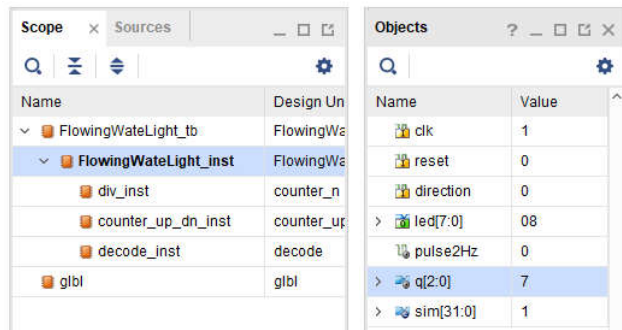

图 A4.35 加入顶层设计的信号方法
①如图 A4.35 所示，在文件层次结构区域中，选中顶层模块 FlowingWaterLight，可在 Objects 窗口内选定要观察的信号 pulse2Hz 和 q，通过右键快捷菜单的 Add Wave 命令加到波形 Wave 窗口。也可直接将 Objects 窗口中的信号“拖至”波形 Wave 窗口。